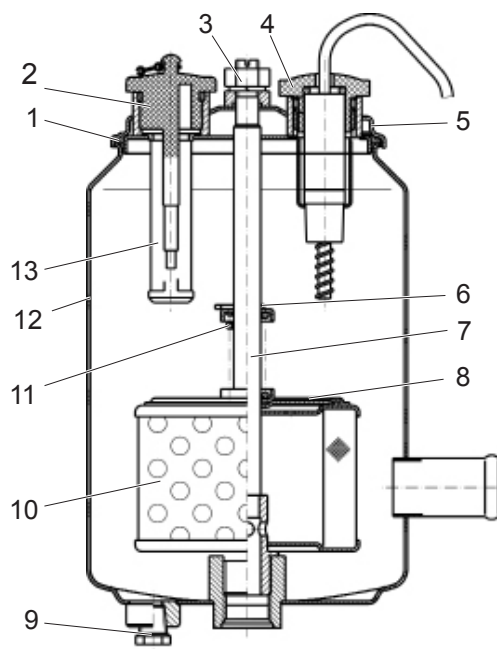

Рисунок 4.8.4 – Масляный бак гидроусилителя рулевого управления
Масляный бак гидроусилителя рулевого управления установлен в моторном отсеке. Состоит масляный бак из корпуса 12 (рис. 4.8.4), крышки 5, заливной пробки со щупом 2, заливного фильтра 13 и фильтрующего элемента 10. Для контроля уровня масла в бачок установлен датчик уровня 4, который при падении уровня масла подает сигнал на включение символа  на ЖК-дисплее.
При каждой замене масла (при проведении ремонта) необходимо заменить фильтрующий элемент 10 (рис. 4.8.4). Перед снятием крышки масляного бака необходимо тщательно очистить сам бак и рядом расположенные детали с целью исключения попадания загрязнений в масло.
- вывернуть заливную пробку 2 (рис. 4.8.4) и сливную пробку 9 масляного бака, слить масло из масляного бака;